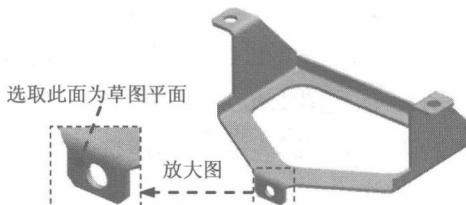
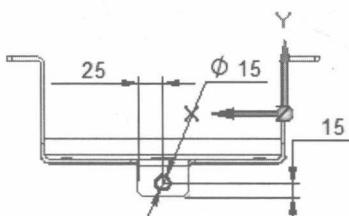

图 1.24 法向除料特征 2
图 1.25 截面草图
Step17. 创建图 1.24 所示的法向除料特征 2。
(1) 选择命令。在 **主页** 功能选项卡的 **钣金** 工具栏中单击 **打孔** 按钮，选择 **法向除料** 命令。
(2) 定义特征的截面草图。选取草图平面。在系统 **单击平的面或参考平面** 的提示下，选取图 1.24 所示的模型表面为草图平面，绘制图 1.25 所示的截面草图，单击“主页”功能选项卡中的“关闭草图”按钮 ，退出草绘环境。